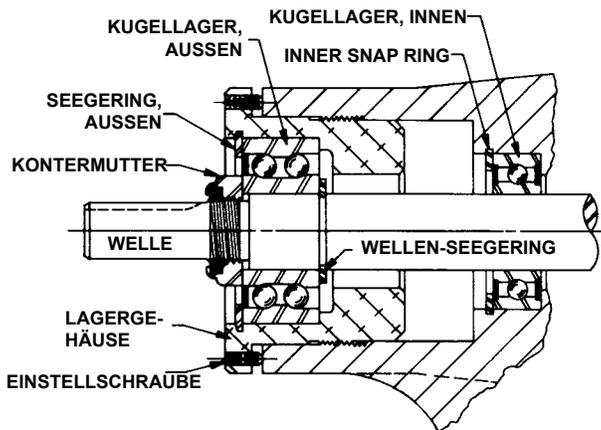

ABBILDUNG 7
1. Hinweise zu der Demontage des Modells und der Teilbezeichnung entnehmen Sie bitte den **Abbildung 7 & 8** auf Seite 6.
6. Nehmen Sie die einzelne Kugellagerreihe aus dem Gehäuse (Bei älteren Modellen mit einzelnen Dichtungen schmieren Sie das Kugellager mit Allzweckfett NLGI Nr. 2 und setzen es in das Gehäuse aus; das Dichtungsende zeigt zum Pumpenkopf). Setzen Sie den inneren Seegering in die Pumpengrößen GG, HJ und HL ein. Siehe **Abbildung 7** auf Seite 6.
8. Setzen Sie den Wellen-Seegering in die Auskerbung in der Welle (Pumpengrößen GG, HJ und HL). Siehe **Abbildung 7** auf Seite 6.
10. Dichten Sie die doppelte Kugellagerreihe mit Mehrweckfett NLGI # 2 ab und pressen Sie sie in das Lagergehäuse; die shield Seite zeigt zum Kupplungsende der Welle. Siehe **Abbildung 7**, Seite 6. (Die Pumpengrößen AS, AK und AL sind nicht mit einem abgeschirmten Lager ausgestattet). Setze Sie den Klemmring ein, der das Lager der Pumpengrößen GG, HJ und HL hält.
Siehe **Abbildung 7 oder 8** auf Seite 6.